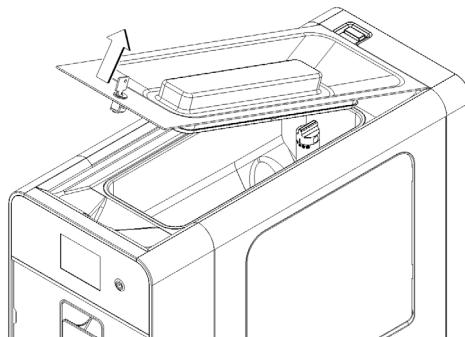

figure 16
- 1** Enlever le couvercle supérieur. (voir figure 16)